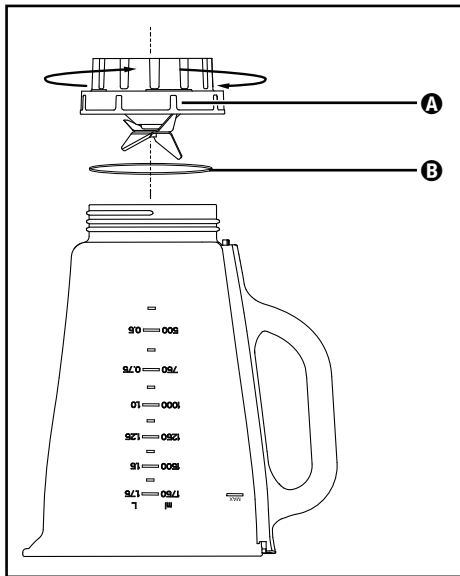

Fig. 3
- 2) Dé la vuelta al aparato y gire el accesorio **A** con las cuchillas **4** en sentido antihorario para poder desmontarlo del recipiente del vaso **3** (consulte la fig. 3).